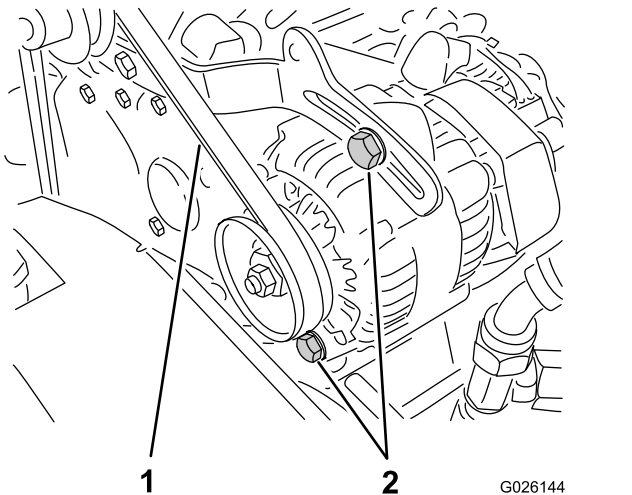

Рисунок 58
2. Проверьте натяжение, надавив на ремень посередине между шкивами коленчатого вала и генератора с усилием 10 кг (Рисунок 58).
- A. Ослабьте 2 болта крепления генератора (Рисунок 58).
- B. С помощью рычага поверните генератор до достижения требуемого натяжения ремня, после чего затяните болты крепления (Рисунок 58).